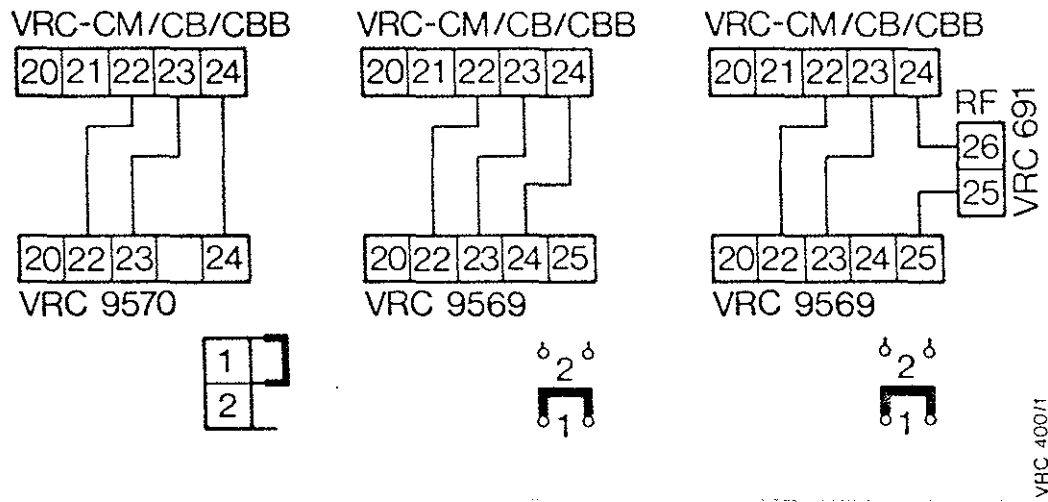

Fig. 8
Le câblage du raccordement sera exécuté suivant les figures 8 et 9.
- b) Faire passer le câble de raccordement à travers le passe-câble (7) et éventuellement découper l'encoche perforée (8).
- c) Effectuer le raccordement électrique selon fig. 8 et 9.